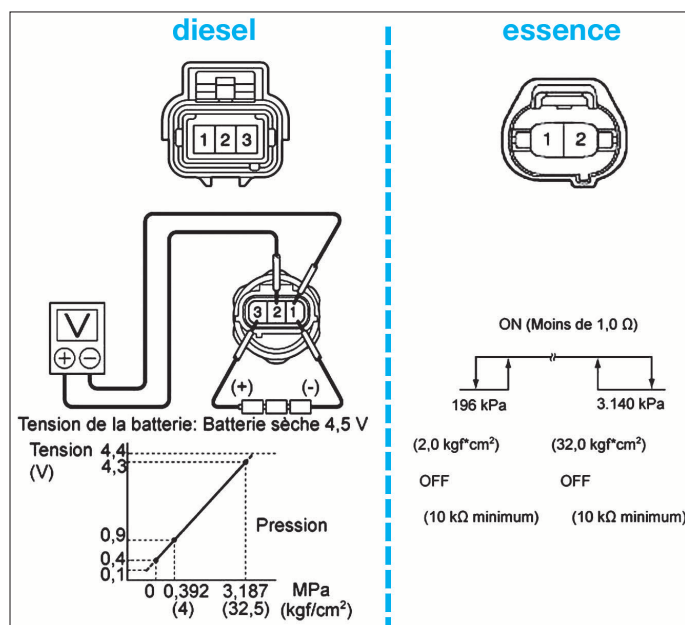

FIG. 1
- Diesel : $5 \pm 0,3$ volts entre les bornes 1 et 3 du connecteur (fig.1).